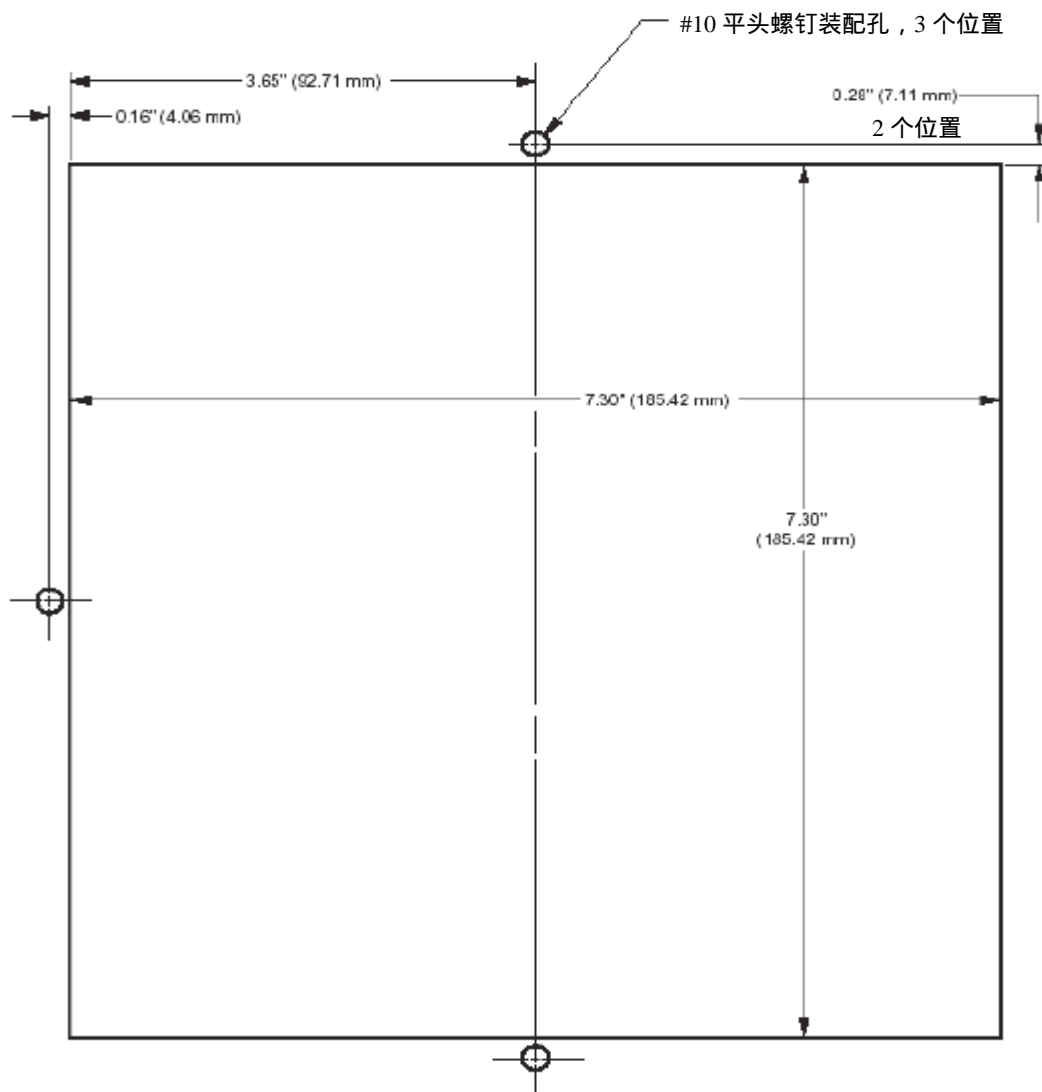

图 32 面板安装尺寸
6. 使用图 32 中所给出的尺寸信息来测量面板孔。在面板上标记三个#10（M4）平头螺钉的安放位置。